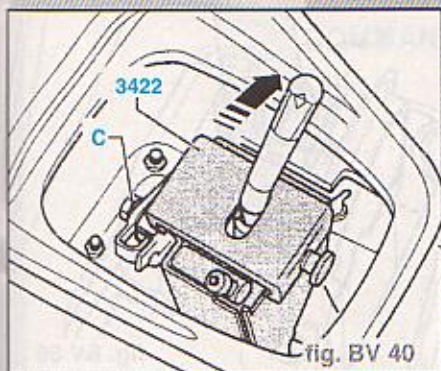
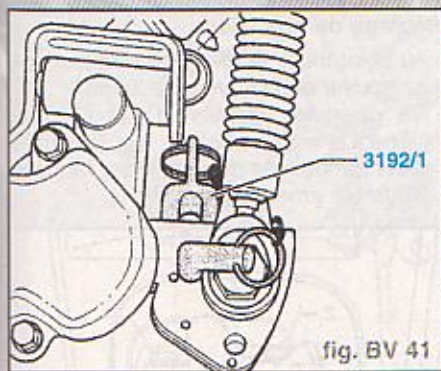

fig. BV 40
fig. BV 41
- Basculer le crochet de fixation du calibre sous la plaque-palier et serrer l'écrou (D).
- Pousser le levier de vitesses avec le coulisseau vers la gauche jusqu'en butée (sens de la flèche) et serrer le coulisseau à l'aide de la vis (E).
- Enfoncer le levier de vitesses dans le cran droit (sens de la flèche) (fig. BV 40).
- Serrer la vis (C).
- Glisser la clavette sans jeu entre le levier de commande des vitesses et le couvercle de commande des vitesses (fig. BV 41).